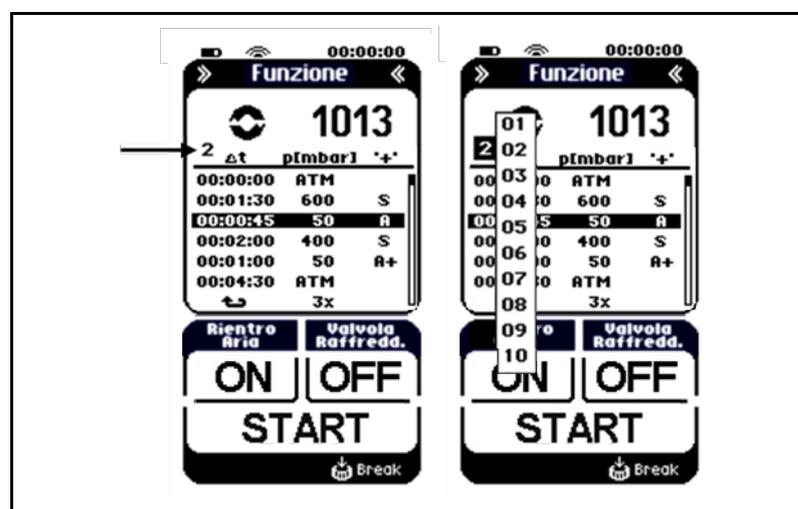

Fig. 13: menu nella modalità di funzionamento Funzione
Scelta della linea (v. fig. 13):
- premere il pulsante di selezione delle tabelle dei punti di riferimento (freccia in fig. 13) e selezionare la tabella desiderata.
i È possibile memorizzare fino a 10 tabelle dei punti di riferimento diverse e richiamarle in caso di necessità. Il numero sul display (freccia in fig. 13) mostra la tabella dei punti di riferimento attualmente selezionata.